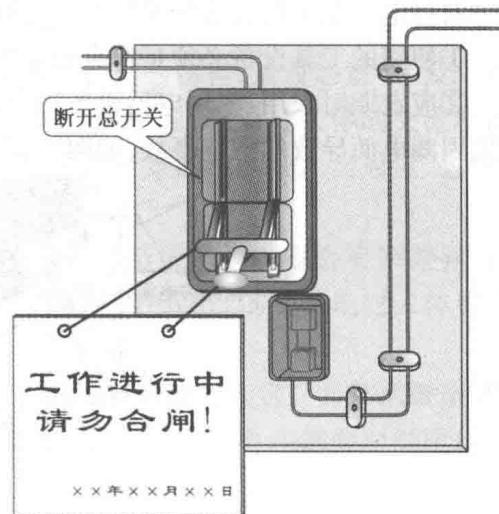

图 1-8 悬挂警告牌
①操作前应穿上具有良好绝缘性能的胶鞋，或脚下垫上干燥的木凳、木桌等，且在操作中不要接触湿木、砖墙、水泥墙等物。
②在进行电路安装或检修之前，应断开电源总开关，并悬挂警告牌，避免他人在不知情的情况下合闸造成危险，如图 1-8 所示。
③当电源总开关断开后，仍需使用验电器对电源插座进行验电检查，以确保绝对安全。
(2) 带电操作注意事项